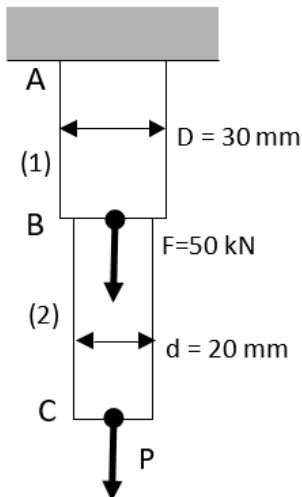

Figura 2.4
2.1.4 As barras cilíndricas maciças da Figura 2.4 estão unidas no ponto B. Determine a intensidade da força P que provoca nas barras o mesmo valor da tensão normal.